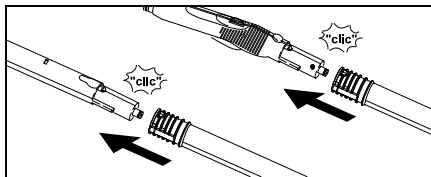

Fig. 7
- Si nécessaire, utilisez les tubes de rallonge (G1). Montez alors un tube de rallonge (ou les deux) sur le pistolet à vapeur (C1) (voir fig. 7). Placer l'accessoire nécessaire (D1, E1, F1, H1) sur l'extrémité libre du tube de rallonge.